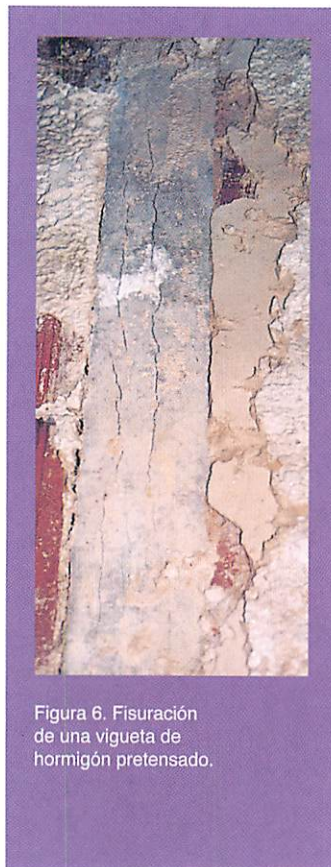

Figura 6. Fisuración de una vigueta de hormigón pretensado.
c. Por otra parte, el acero de pretensar es mucho más sensible a la corrosión que el acero de armar. Al ser el diámetro menor, para el mismo valor de pérdida de espesor la disminución en su resistencia resulta mucho más traumática. Además, cuando se almacena en rollos, la curvatura origina un estado tensional muy próximo al límite elástico, lo que facilita el desarrollo de la corrosión. En la **figura 6** se puede observar el estado de la parte inferior de una vigueta de hormigón pretensado de un aparcamiento subterráneo. Aparece fisurada como consecuencia de la corrosión generalizada del acero de pretensar. El hormigón ha dejado de proteger al acero, como consecuencia, principalmente, del con-